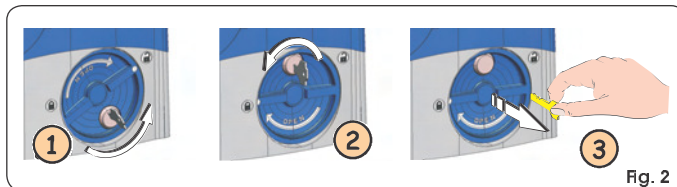

Fig. 2
Dimensioni operatore	Vedi fig. 2
1. Ruotare il sistema di sblocco in senso antiorario di circa 180°, come indicato in Fig. 2 rif. ①.
2. Ruotare la chiave in senso antiorario, Fig. 2 rif. ②, ed estrarla dalla serratura, come indicato in Fig. 2 rif. ③.